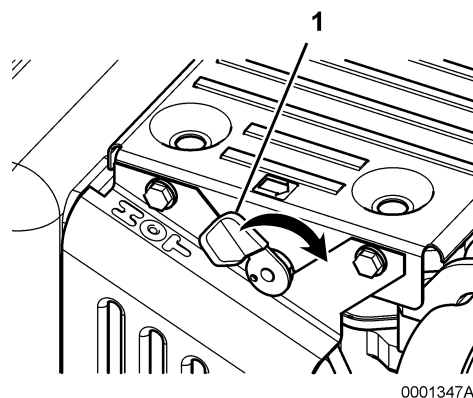

Рисунок 7
1. Взяться за ручку ручного стартера (позиция 1, Рисунок 7).
5. Взяться за ручку ручного стартера (позиция 1, Рисунок 7).
Некоторые двигатели серии L-V оснащены автоматическим внутренним механизмом декомпрессии и не имеют рычага декомпрессионного механизма (**позиция 1, Рисунок 7**). В этом случае необходимо соблюдать процедуру, указанную ниже.